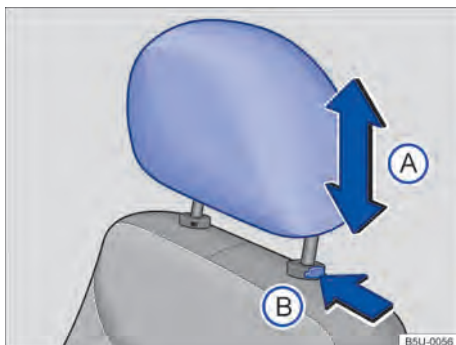

Fig. 40 Desinstalar o apoio para cabeça dianteiro.
- Pressionar a tecla \Rightarrow Fig. 40 (B) no sentido da seta. Retirar o apoio para cabeça com a tecla pressionada.
- Empurrar o apoio para a cabeça totalmente para baixo com o botão \Rightarrow Fig. 40 (B) pressionado.